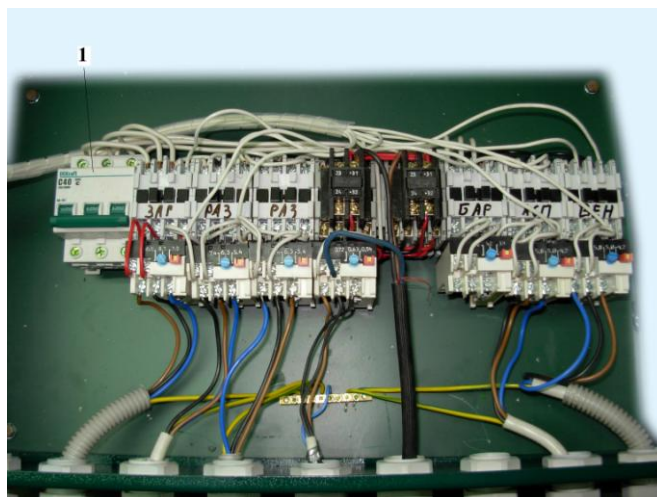

Рис.8 Электрический ящик УЗМ
1. Откройте крышку электрического ящика и включите- (положение “ВКЛ”) автомат 1 рис.8;
2. Закройте плотно крышку электрического ящика и кнопкой включения (черная) 2 на рис.8 включите питание на электродвигатель вентилятора аспирационной камеры;
3. Включите электродвигатель вентилятора аспирационной камеры и питание на частотный преобразователь, кнопка 3 (черный) рис.8.
7. Включите разгрузочные элеваторы кнопкой 4 (черная) рис.8. (Оба элеватора включаются одновременно кнопкой 4);
1. Выключите загрузочный элеватор кнопкой 5 (красный) рис.8.
3. Отключите электродвигатель вентилятора и питание частотного преобразователя кнопкой 3 (красная) рис.8;
4. Отключите питание электродвигателя вентилятора аспирационной камеры кнопкой 2 (красная) рис.8;
6. Откройте крышку электрического ящика и выключите автомат 1 “ОТКЛ.” рис.8
Не допускается резкий останов вращающегося барабана. Во избежание поломок, запрещается отключение привода вращения барабана с помощью кнопки аварийного останова 6 рис.8.